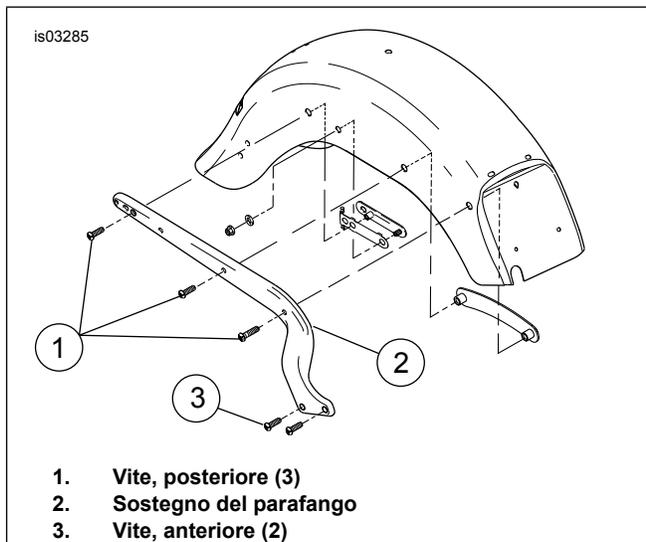

Figura 5. Viti del sostegno del parafango e sostegno del parafango
1. Vedere Figura 5. Rimuovere le tre viti posteriori (1) dal sostegno del parafango (2).
2. Allentare, senza rimuovere, le due viti anteriori (3) dal sostegno del parafango.
1. Vedere Figura 5. Installare una vite posteriore (1) per tenere a posto il sostegno del parafrangente mentre si dispone il cablaggio. Installare ben ferma la vite, ma non serrarla ancora del tutto.